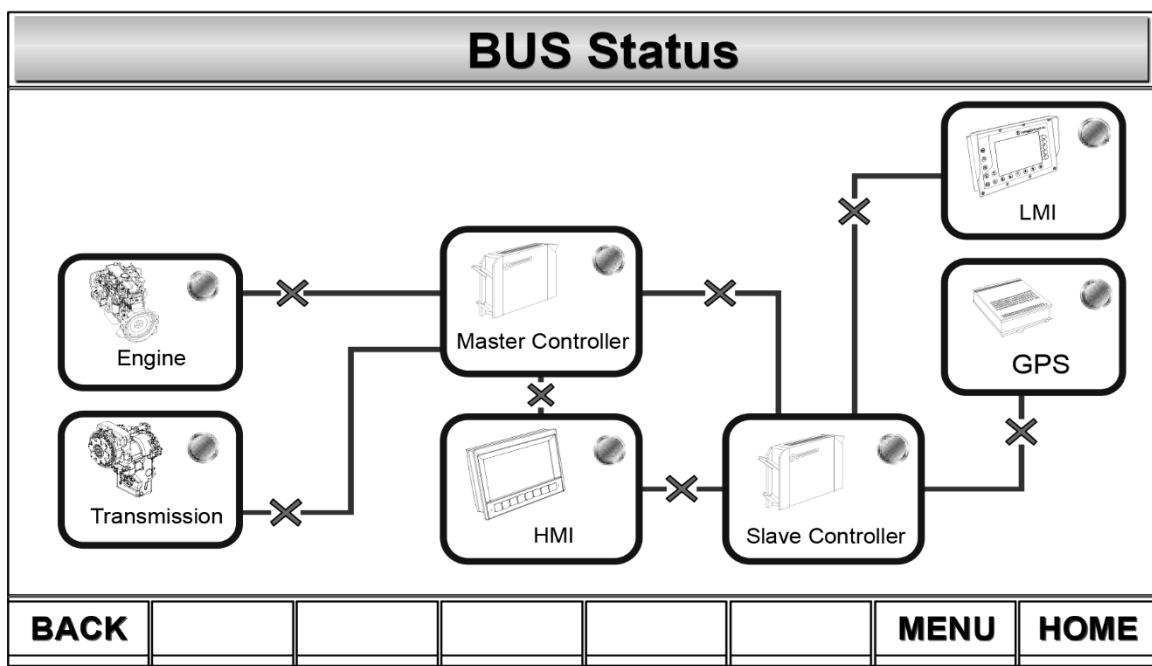

Figura 6-24 Status do Barramento
- D. Status do Barramento: mova o cursor para selecionar o ícone “Status do Barramento” e pressione a tecla “ENTER” para entrar na Tela de Status do Barramento. Consulte a figura 6-24. Se a comunicação entre os controladores não for bem-sucedida, significa que o sinal de rede entre os controladores está desconectado.